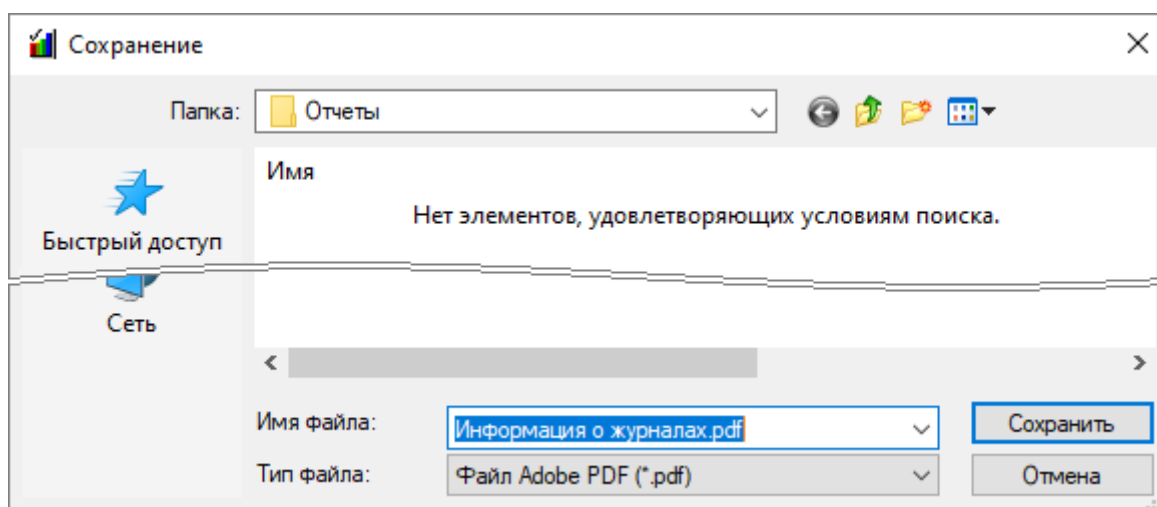

Рисунок 10-314 Окно сохранения отчета в выбранном для экспорта формате PDF
- 3) в появившемся окне «Сохранение» выберите папку для сохранения файла, задайте имя файла (по умолчанию имя файла соответствует наименованию отчета) (см. Рисунок 10-314) и нажмите кнопку «Сохранить», чтобы сохранить отчет в выбранном для экспорта формате (либо нажмите кнопку «Отмена», чтобы отказаться от экспорта отчета).